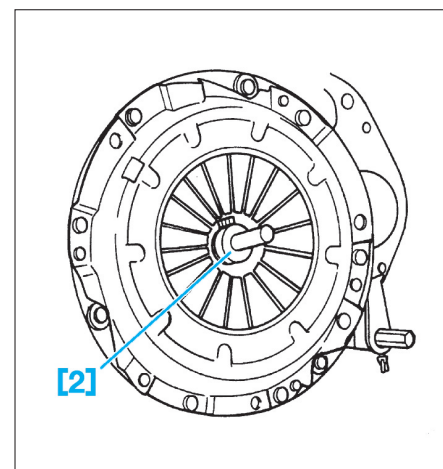

FIG. 6
• Positionner le disque sur le volant moteur à l'aide du mandrin [2] (Fig.6).